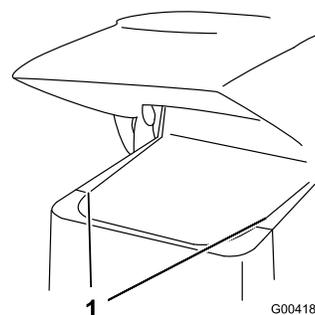

Рисунок 28
2. Сдвиньте вверх боковые решетки (Рисунок 28) и извлеките их из пазов решетки радиатора и рамы.